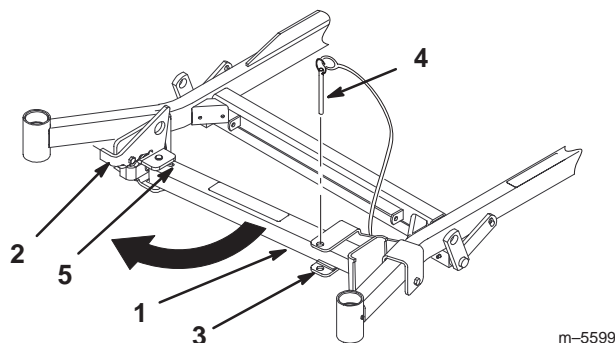

Figure 25
2. Retirez la goupille du support (Fig. 25).
3. Soulevez le verrou. D ployez le pied du support et poussez le support vers la machine, au bas de la fente (Fig. 25 et 26).
4. Ramenez le support   sa position de repos (Fig. 25).